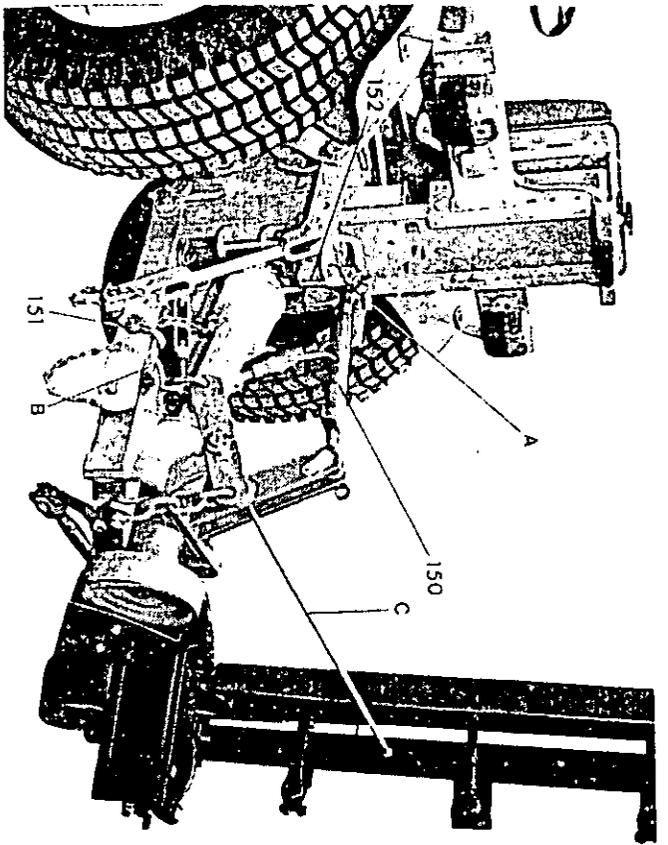

Abb. 31
Das Heckmähwerk wird an der Dreipunkthydraulik angebaut. Die Absteckplatte Kurz (152 Abb. 31) wird mit der Abstecklasche (A Abb. 31) nach obenweisend am A 18 abgesteckt. Unterlenker an den Tragzapfen des Heckmähwerts einhängen und mit Klappstecker sichern.
**Achtung!** Anschlagbolzen (B Abb. 31) müssen an der oberen Kante des Unterlenkers liegen.
Gelenkwelle auf Zapfwelle des Schleppers aufstecken. Langen Oberlenker (150 Abb. 31) (A15 060 B 65) an der Absteckplatte und am Heckmähwerk abstecken und sichern. Aufzugkette mit Schäkel (151 Abb. 31) an der dafür vorgesehenen Bohrung am Unterlenker abstecken.
Der Schnittwinkel wird mittels des verstellbaren Oberlenkers (150 Abb. 31) eingestellt. In der Mittelstellung liegt das Schneidwerk flach am Boden, der Balkenrücken liegt waagrecht auf. Für normale Verhältnisse reicht diese Stellung aus.
Bei der Fahrt auf der Straße muß das Schutzblech am Mähbalken angehängt und der Mähbalken durch die Aufhaltestange (C Abb. 31) gesichert sein.